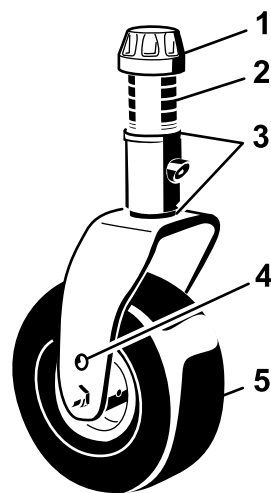

Рисунок 138
1. Снимите колпачковую гайку с вала шпинделя и извлеките шпиндель из рычага поворотного колеса (Рисунок 138).
Отверните колпачковую гайку и снимите вилку поворотного колеса (Рисунок 138).